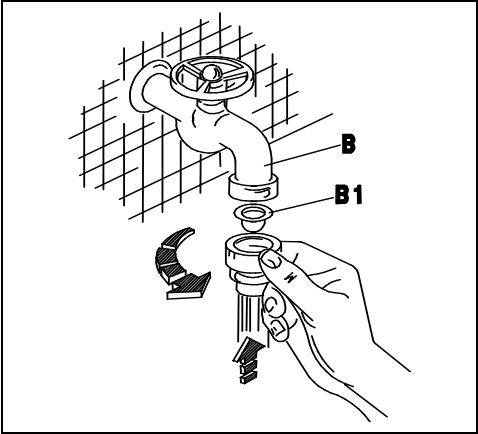
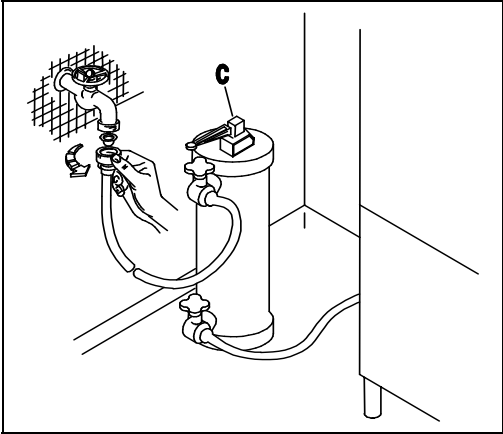

Fig. 2-2
Fig. 2-3
- L'apparecchio è previsto per l'allacciamento all'acqua fredda o calda (max 50 ÷ 55°C), con una pressione a valvola aperta come indicato nella Tab. 2-1. In caso di pressione superiore alla massima consigliata, bisogna installare un riduttore di pressione. In caso di pressione inferiore alla minima consigliata, bisogna installare una pompa di aumento pressione di max 0.5 Hp, con una portata di 20 L/min ed una prevalenza di 15÷20 mt.. Il controllo della pressione deve essere effettuato all'ingresso dell'elettrovalvola (ved. fig.2-4). La condotta dell'acqua deve avere un diametro interno di almeno 16/18 mm (ved.fig.2-5). Collegare il tubo di carico acqua dell'apparecchio ad un rubinetto d'intercettazione (B),posto preferibilmente nelle immediate vicinanze dell'apparecchio, interponendo l'apposito filtro in dotazione (B1) (ved. fig.2-2). Si consiglia l'installazione di un decalcificatore (C) (non in dotazione), montato a monte dell' elettrovalvola della macchina (ved. fig.2-3).
- The appliance is designed for connection to the cold or hot water supply (max. 50-55°C) at a mains pressure with the valve open as shown in Table 2-1 and a minimum output of 10 litres/min. If pressure exceeds the maximum, fit a pressure reducer. If pressure is lower than the minimum, fit a pressure booster pump of max. 0.5 HP, with an output of 20 litres/min. and a head of 15÷20 metres. Pressure must be measured at the solenoid valve inlet (see fig. 2-4). The water pipes must have an internal diameter of at least 16/18 mm (see fig. 2-5). Connect the appliance water supply pipe to a cut-out tap (B), preferably placed close to the appliance, fitting the special filter provided (B1) (see fig. 2-2). We recommend fitting a water softener (C) (not provided) upstream from the machine solenoid valve (see fig. 2-3).
- Das Gerät ist für den Anschluss an Warm-und Kaltwasser (max. 50-55°C) vorgesehen, wobei der Druck bei offenem Ventil dem in Tab. 2-1. Bei höherem Druck als dem empfohlenen einen Druckminderer installieren. Bei niedrigeren Druck als empfohlen eine Druckerhöhungspumpe mit max. 0,5 PS , einer Förderleistung von 20l/min und einer Förderhöhe von 15-20m installieren. Die Druckkontrolle muss am Eingang des Elektroventils erfolgen (siehe Bild 2-4). Die Wasserleitung muss einen Innendurchmesser von mindestens 16/18 mm aufweisen (siehe Bild 2-5). Den Zulaufschlauch des Gerätes an einen möglichst nahegelegenen Wasserhahn (B) anschliessen und den vorgesehenen Filter (B1) anbringen (siehe Bild 2-2). Der Einbau eines Etkalkers (C) wird empfohlen; dieser gehört nicht zur Ausstattung und muss vor dem Elektroventil der Maschine eingebaut werden. (siehe Bild 2-3).
- L'appareil peut être raccordé à l'eau froide ou chaude (50:55°C max) à une pression, soupape ouverte, comme indiqué dans le tableau 2-1. Si la pression dépasse la pression maximum conseillée, il faut installer un réducteur de pression. Si la pression est inférieure à la pression minimum conseillée, il faut installer une pompe pour faire augmenter la pression de 0,5 Hp max., à un débit de 20 litres /min et à une hauteur d'élévation de 15-20 m. Le contrôle de la pression sera effectué à l'entrée de l'électrovanne (voir fig. 2-4). Les conduites d'eau auront un diamètre interne d'au moins 16/18 mm (voir fig. 2-5). Raccorder la conduite d'arrivée de l'eau de l'appareil à un robinet secondaire (B), installé si possible tout près de l'appareil, après avoir intercalé le filtre spécial fourni (B1) (voir fig. 2-2). Nous conseillons d'installer un adoucisseur (C) (non fourni) qui sera monté en amont de l'électrovanne de la machine (voir fig. 2-3).
- Este aparato se puede alimentar con agua caliente o fría (máx. 50 ÷ 55°C); la presión del agua con válvula abierta está indicada en la tabla 2-1. En caso de que la presión fuera superior a la máxima que se aconseja, instale un reductor de presión; si fuera demasiado baja, instale una bomba de aumento de presión de 0,5 Hp (máximo), con un caudal de 20 litros por minuto y una altura de elevación de 15 a 20 m. El control de la presión se debe efectuar en la entrada de la electroválvula (véase fig. 2-4). La tubería del agua debe tener un diámetro interior de 16-18 m. por lo menos (véase fig. 2-5). Conecte el tubo de alimentación del agua del aparato a un grifo de paso (B), que irá montado preferentemente muy cerca del aparato, tras interponer el filtro (B1) del equipamiento base (véase fig. 2-2). Es aconsejable instalar un descalcificador (C) (que no forma parte del equipamiento base). El descalcificador irá montado antes de la electroválvula de la máquina (véase fig. 2-3).